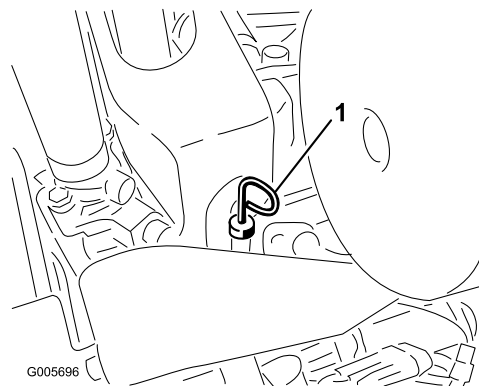

Figura 26
2. Retire a vareta (Figura 26), limpe-a e volte a colocá-la. Retire a vareta e verifique o nível do óleo. o nível de fluido deve situar-se na marca FULL da vareta.